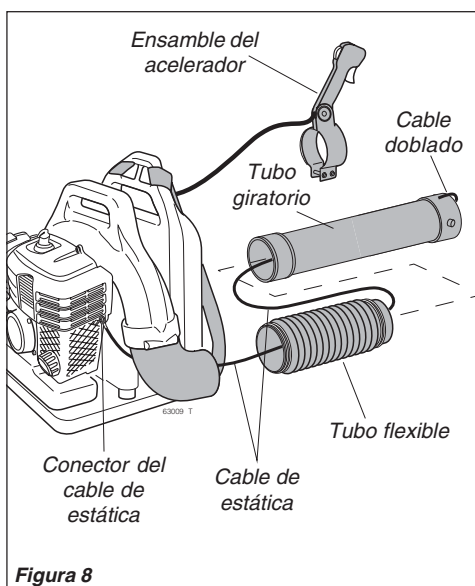

Figura 8
2. Extraiga el cable de estática del paquete y fije las boquillas a la izquierda del tornillo de la tapa del motor. Consulte la figura 8.
7. Doble el extremo del cable de estática hacia atrás sobre la conexión del tubo giratorio. Consulte la figura 8.